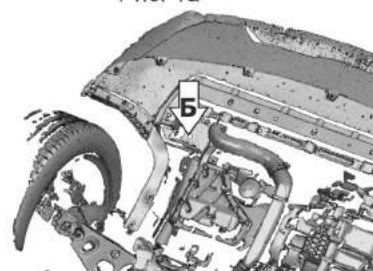

Рис. 16
- Установить гайки закладные М8 с усиками в отверстия лонжеронов в позициях (А), (Б). Вкрутить болты М8х25 с шайбами 8 на 2-3 оборота в гайки закладные (рис. 1а, рис. 16)
- Завести кронштейны 1,2 пазами на вкрученные болты в позициях (А), (Б) соответственно. Померить расстояние между кронштейнами, оно должно равняться 670 мм. Затянуть болты в позициях (А), (Б) (рис. 1а, рис.16).